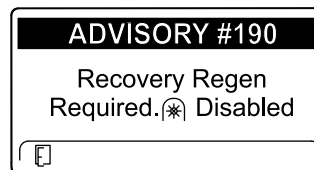

Figura 46
- Recovery regen required (Es necesaria una regeneración de recuperación) ADVISORY #190 (Aviso n.º 190) (Figura 46)